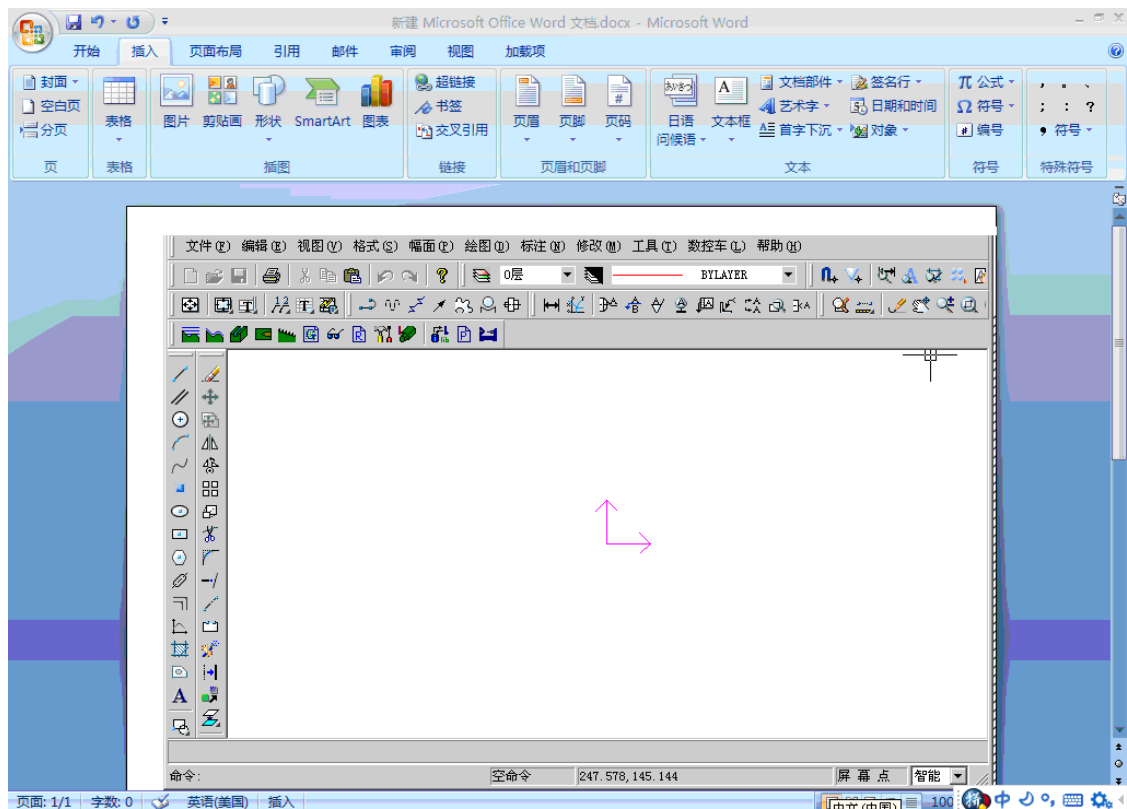

图 16-27 编辑数控车对象
3. 在对话框中【新建】标签中的对象类型列表框中选择【CAXA 数控车】，选完后单击【确定】按钮。将弹出 CAXA 数控车的编辑窗口。在绘图区内绘制所需的图形，如图 16-27 所示。